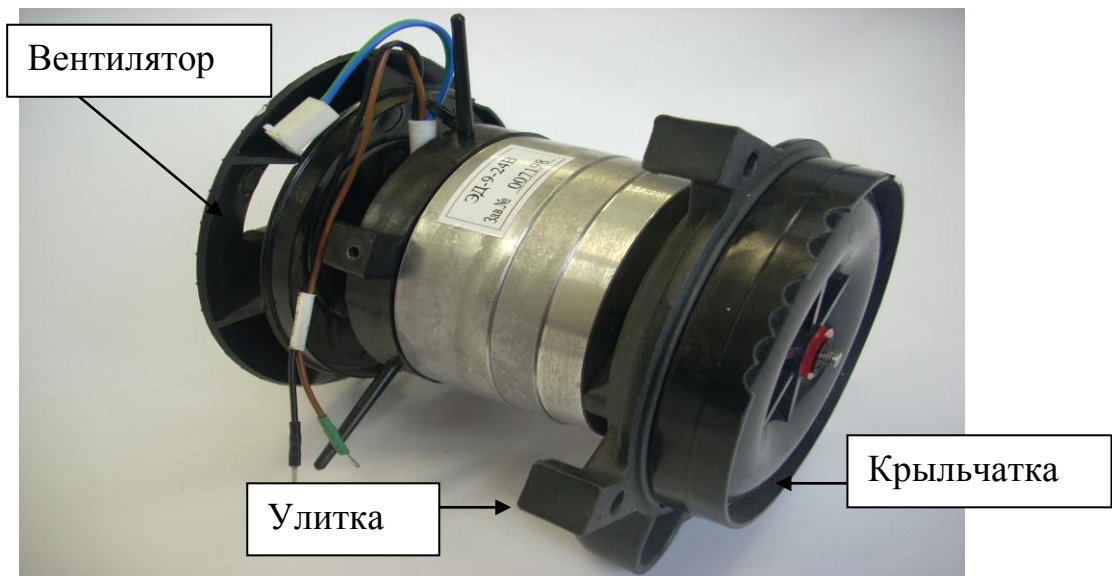

Рис.8 – Нагнетатель воздуха
Нагнетатель воздуха (далее по тексту - НВ) (рис.8) состоит из электродвигателя с прикрепленной улиткой. На валу электродвигателя со стороны улитки устанавливается крыльчатка, а с другой стороны – вентилятор.
Рис.8а – Нагнетатель воздуха
2) Проверить работоспособность НВ. Для этого при помощи скрепки или тонкой проволоки кратковременно замкнуть контакт синего провода (белая колодка, ШИМ) на черный провод (рис.8б). При этом к отопителю должно быть подведено питание, но он не должен быть включен. Если вентилятор начал вращаться - НВ исправен.
3) Проверить НВ на отсутствие «мертвых точек». Для этого, замыкая синий провод на черный (рис.8б) и изменяя положение вентилятора, проверить из всех ли положений запускается НВ. Если есть «мертвые точки» - НВ неисправен.
4) Проверьте исправность канала оборотов. Для этого замкните контакт синего провода на черный (рис.8б) и на зеленом проводе цифровым тестером замерьте частоту импульсов. Пока НВ набирает обороты – частота импульсов должна возрастать. Разомкните контакт. НВ начнет сбавлять обороты, и частота импульсов начнет снижаться. Если какое-нибудь из этих условий не выполняется то НВ – неисправен.
Рис.8б – Подключение сигнала управления (ШИМ) двигателя для проверки